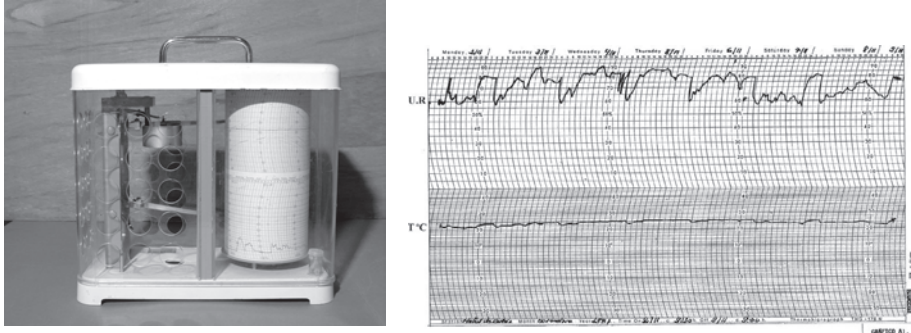

Fig. 1 – Termohigrógrafo e gráfico indicando variação de temperatura e umidade relativa
- b) Leitura direta → Regulagem periódica (Fig. 1).
- Higrômetros + termômetros registradores → Termohigrógrafos (Fig. 1).